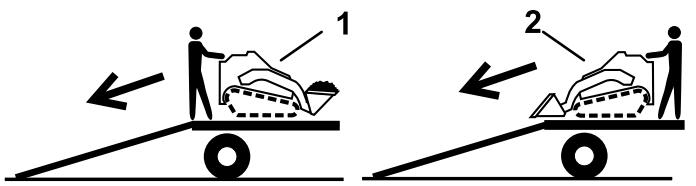

Figure 23
2. Descendez la machine de la remorque en gardant le côté le plus lourd en haut de la rampe et en maintenant la charge en bas (Figure 23).